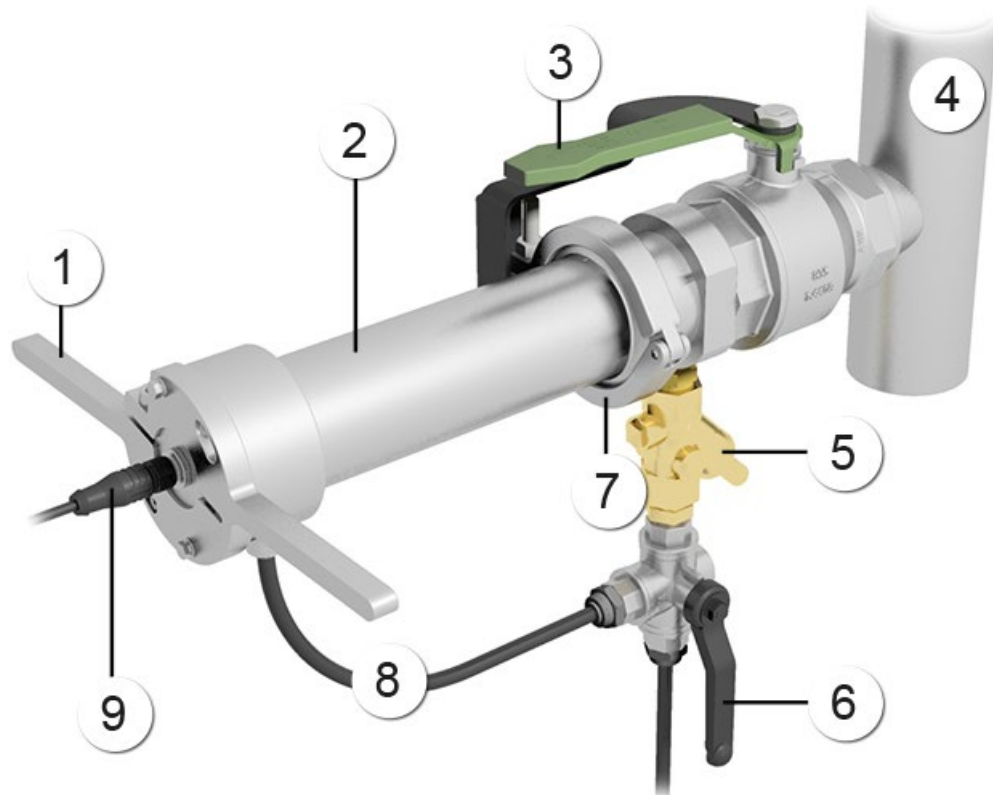

Abbildung 33: Gesamtansicht einer Messstelle mit Wechselarmatur
1.	Sicherstellen, dass der Griff des Umschalthahns nach unten zeigt. (Abbildung 33, Pos. 6).
3.	Den Haltegriff (Abbildung 33, Pos. 1) im Gegenuhrzeigersinn bis an den Anschlag drehen (Pfeil).
4.	<p>⚠ Gefahr durch ausfahrenden Kolben. Vor der Wechselarmatur darf sich keine Person aufhalten. Andernfalls kann es zu Körperverletzungen kommen.</p> <p>Auf der rechten Seite der Wechselarmatur stehen und den Umschalthahn (Abbildung 33, Pos. 6) nach rechts drehen (Pfeil).</p>
6.	Den Absperrhahn (Abbildung 33, Pos. 3) schliessen (Pfeil).
7.	Den Verbindungsschlauch (Abbildung 33, Pos. 8) am Umschalthahn aus der Kupplung entfernen. Der Verbindungsschlauch kann durch Druck auf die Muffe (Pfeil) der Schlauchkupplung entfernt werden.
8.	Tri-Clamp (Abbildung 33, Pos. 7) lösen und dann die Sonde herausziehen (Pfeil).
11.	Tri-Clamp (Abbildung 33, Pos. 7) befestigen (Pfeil).  Der Tri-Clamp muss auf das Positionierungsblech (X) ausgerichtet sein.
12.	Den Verbindungsschlauch (Abbildung 33, Pos. 8) in die Kupplung stecken (Pfeil).
13.	Den Umschalthahn (Abbildung 33, Pos. 6) nach unten drehen (Pfeil).
14.	Den Absperrhahn (Abbildung 33, Pos. 3) öffnen (Pfeil).
15.	Das OilGuard PR 30 mit dem Haltegriff (Abbildung 33, Pos. 1) bis an den Anschlag in die Messposition schieben. Dabei müssen die Bohrungen im Haltegriff auf die Schrauben ausgerichtet werden (Pfeile).
16.	Den Haltegriff (Abbildung 33, Pos. 1) im Uhrzeigersinn bis an den Anschlag drehen (Pfeil).